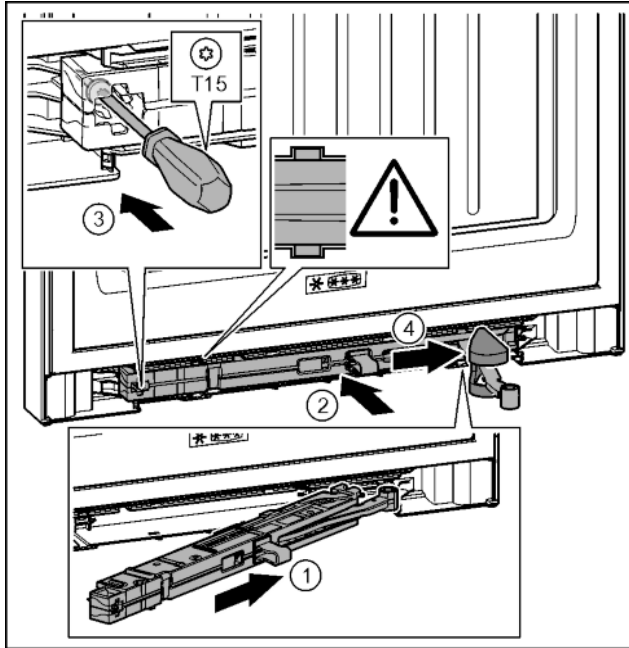

Fig. 39
- ▶ A csapágybak oldaláról ferdén, ütközésig tolja be a zárás-csillapító egységet a mélyedésbe. Fig. 39 (1)
- ▶ Teljesen tolja a mélyedésbe a zárás-csillapító egységet. Fig. 39 (2)
- ▶ Húzza meg a csavart egy T15 csavarhúzóval. Fig. 39 (3)
- ▶ Tolja a csukló fölé a fedelet. Fig. 39 (4)